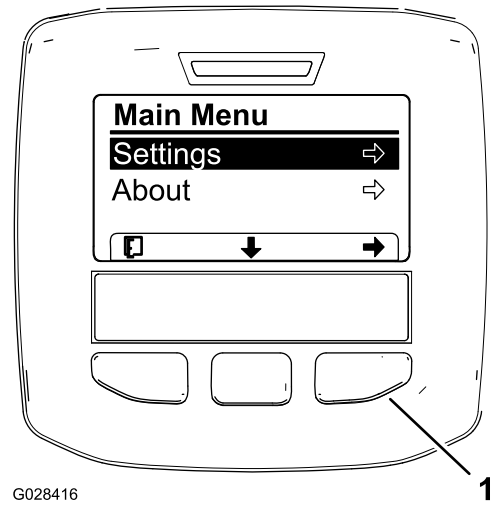

Figure 28
3. Appuyez sur le bouton de sélection central pour accéder au menu principal (Figure 28).
- Appuyez sur le bouton de sélection gauche pour sauvegarder votre ou vos choix, quitter le menu Réglages et retourner au menu principal (Figure 28).
- Appuyez sur le bouton de sélection gauche pour quitter le menu Réglages et retourner au menu principal (Figure 28 et Figure 30).